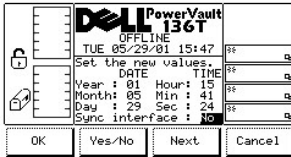

Abbildung 74. Dialogfeld "Setup" > "Utils" > "Date/Time" > "Sync"
- 1 Wenn die Taste unter dem Softkey **Next** gedrückt wird, wird das nächste Feld der Liste zum aktiven Feld. Wenn das nächste Feld das letzte Feld ist, siehe Abbildung 74.